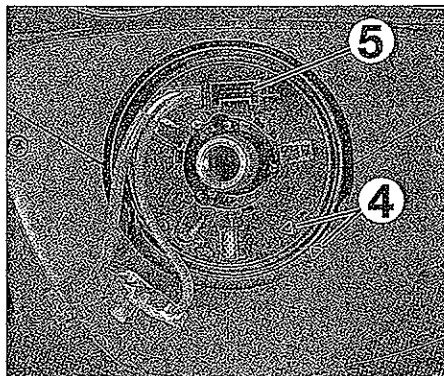

FIG. 4
- procurar que las 2 marcas (4) del contactor giratorio (5) estén siempre alineadas (fig. 4).
- el alineamiento de las marcas de la unidad de mando "CIM" (fig. 4).